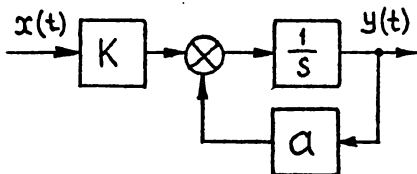

Рис.13
1. Запишите дифференциальное уравнение и передаточную функцию для схемы, изображенной на рис. 13. Примите $K = 1$, рассчитайте и постройте семейство переходных функций, изменяя
7.Рассчитайте установившееся значение сигнала на выходе схемы рис.13 (при $K = 1$) для $\alpha = -0,1; -0,2; -0,5; -1,0$ при подаче на ее вход постоянного сигнала 100 мВ.Проверьте результаты экспериментально.Как скомпенсировать смещение, вызываемое дрейфом операционного усилителя?